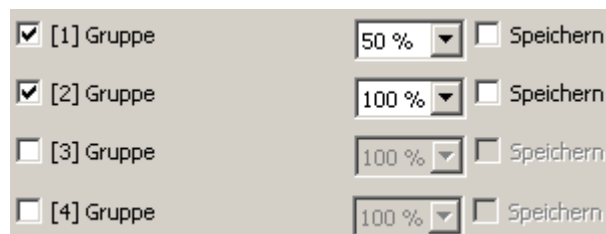

Bild 50: Beispiel einer Gruppenzuordnung einer Szene
Einer Szene lassen sich ohne Einschränkungen alle angelegten Gruppen und Einzelgeräte zuordnen. Jede Gruppe und jedes Einzelgerät kann unabhängig zugewiesen werden, indem das Auswahlkästchen vor dem Gruppen- oder Einzelgerätenamen in der Szenenkonfiguration aktiviert wird (Bild 50). Gruppen und Einzelgeräte, deren Auswahlkästchen nicht aktiviert sind, sind der Szene nicht zugeordnet. Alle nicht angelegten Gruppen oder Einzelgeräte des DALI-Gateways sind grau ausgeblendet und somit nicht editierbar.
- Im Parameterknoten "Szenen -> [x] Szenenname" für jede der Szene zugeordnete DALI-Gruppe und jedes zugeordnete Einzelgerät den erforderlichen Szenen-Helligkeitswert vorgeben (Bild 50).
- Im Parameterknoten "Szenen -> [x] Szenenname" für die DALI-Gruppen und Einzelgeräte, die auf die Speicherfunktion reagieren sollen, das Kontrollkästchen "Speichern" aktivieren (Bild 50).